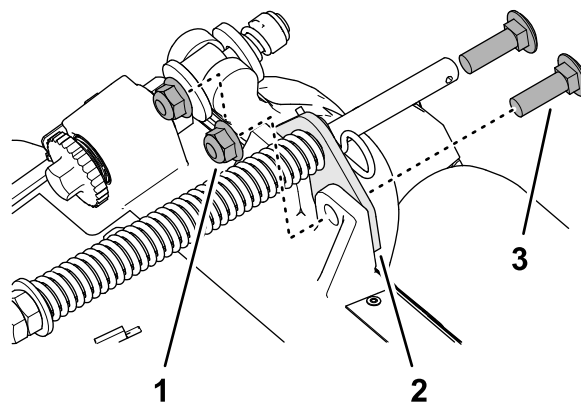

Рисунок 7
2. Удалите 2 фланцевые контргайки (3/8 дюйма) и 2 каретных болта (3/8 x 1 1/4 дюйма), которые крепят кронштейн компенсатора состояния грунта к раме режущего блока (Рисунок 7).